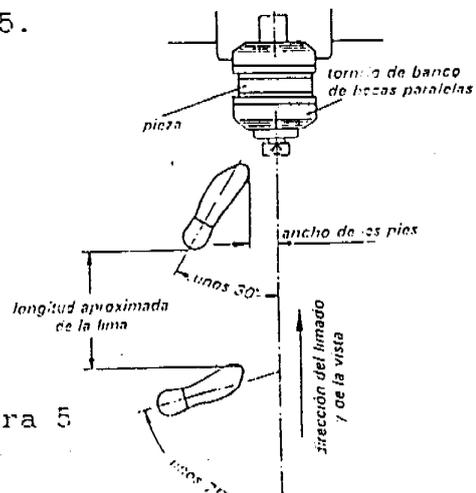

Figura 5
3. Posición de los pies.- Debe posicionarse de acuerdo a lo que indica la figura 5.